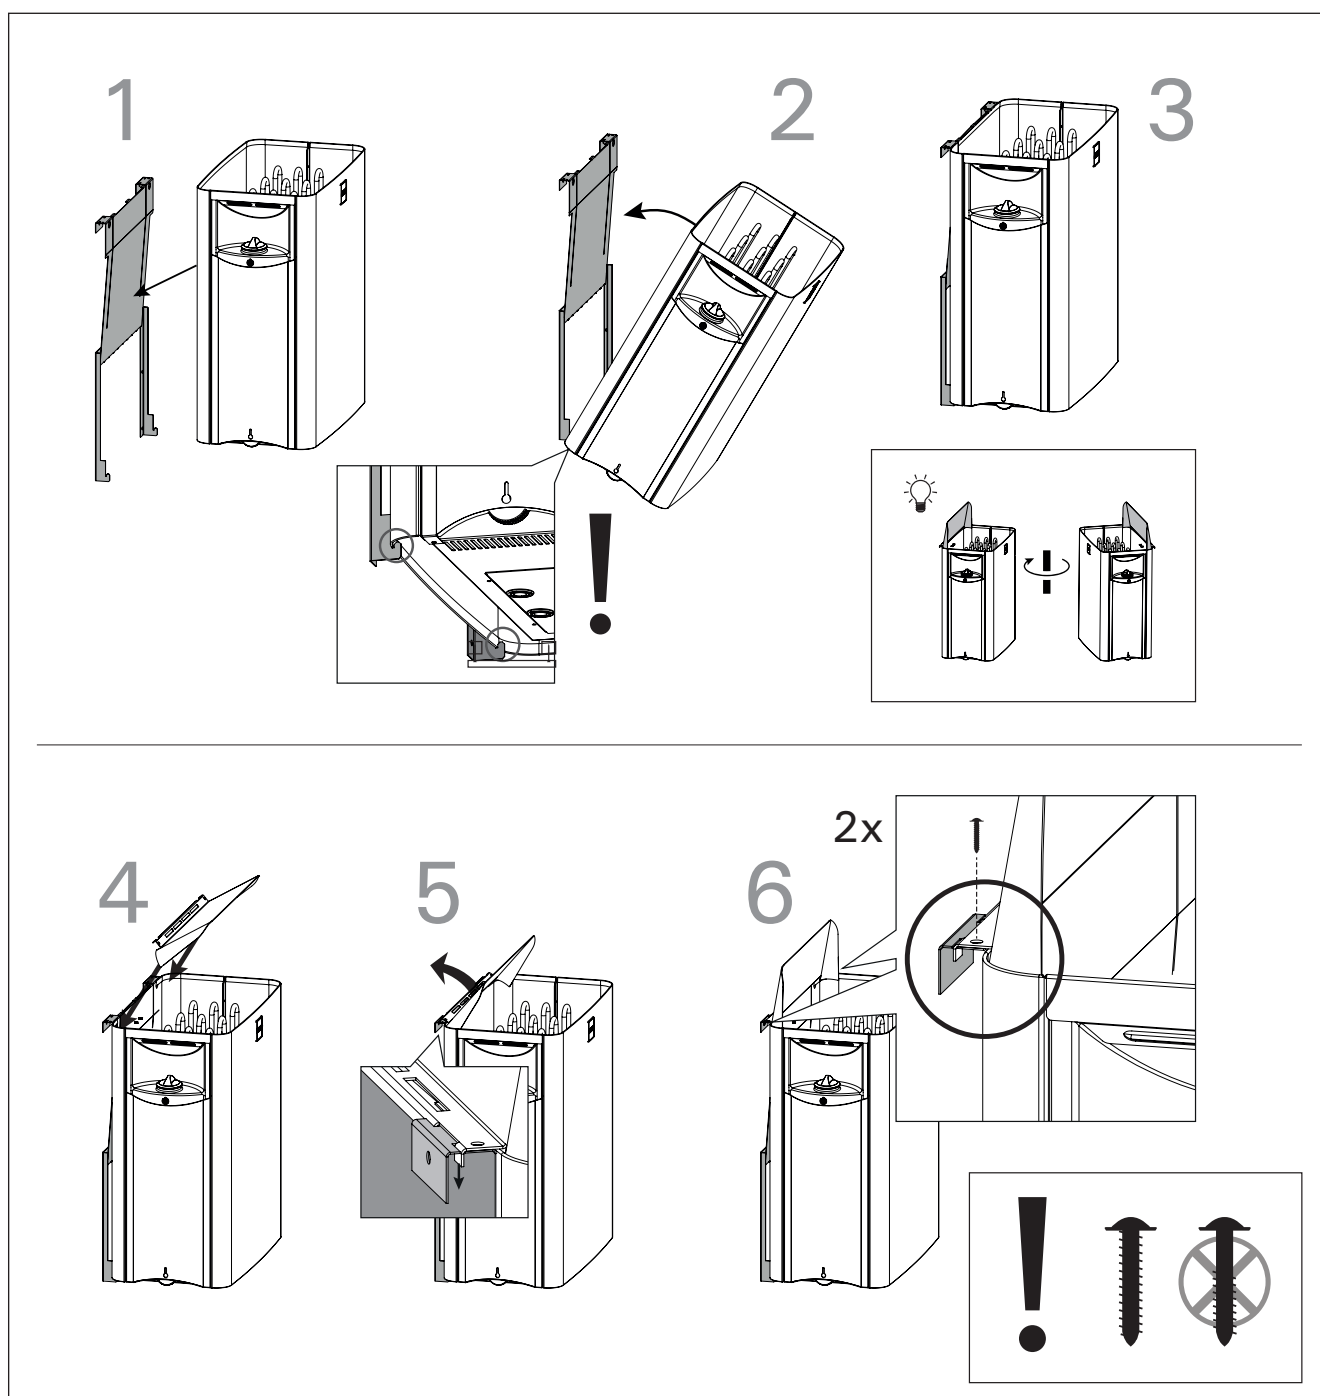

Рисунок 8. Установка каменки на настенный кронштейн
3. Установите каменку по месту и убедитесь, что она встала по центру подставки (рисунок 8:1-3)
4. Поверните направляющую панель для пара и закрепите ее к каменке и к настенному кронштейну (рисунок 8:5).
5. Для более надежного соединения, закрепите направляющую панель шурупами сзади (рисунок 8:6).